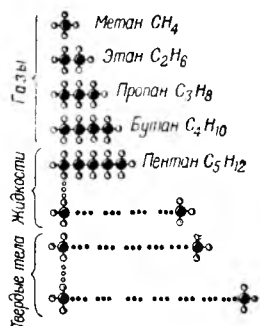

Рис. 6. Гомологический ряд метана. Каждый последующий углеводород отличается от предыдущего на группу атомов  $\text{CH}_2$
вес вещества равен сумме атомных весов всех элементов, составляющих молекулу. Зная атомный вес водорода (1) и углерода (12), можно легко найти молекулярный вес метана:  $4 \times 1 + 12 = 16$ . Так как атомы углерода могут замещать в молекуле атомы водорода и неограниченно соединяться между собой, то получается ряд соединений, каждое из которых отличается от предыдущего на группу  $\text{CH}_2$  (метилен). Подобная группа углеводородов, составляющая как бы «единую семью» и носящая название гомологического ряда (от греческого слова *homos* — общий, сходный, однозначный), обладает сходными химическим строением (рис. 6) и химическими свойствами1. Это — насыщенные, или предельные, углеводороды, у которых все связи насыщены (заполнены). Но есть еще ненасыщенные, или непредельные, углеводороды, молекулы которых имеют меньшее число атомов водорода, чем насыщенные, но зато содержат одну или более двойных или даже тройных связей.